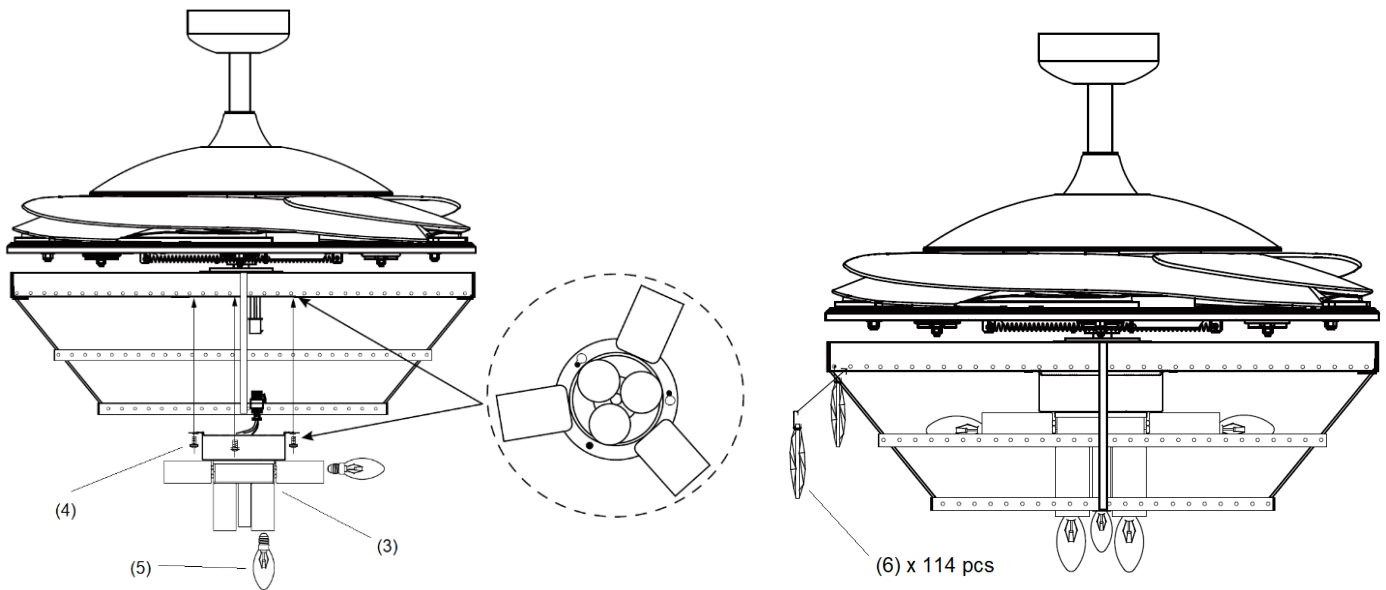

Fig. 7
4. Reliez le connecteur rapide au porte-lampe (3). (Fig. 7)
5. Fixez le porte-lampe (3) au support de kit d'éclairage en serrant les 3 vis (4). Évitez de trop serrer.
6. Installez les ampoules (5) dans les porte-lampes. Ne dépassez pas la puissance nominale maximale.
7. Installez les gouttes de décoration (6) sur le kit d'éclairage.